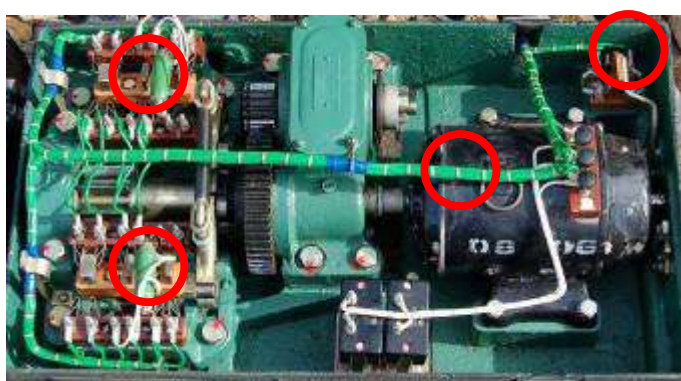

Рисунок 6
6.	Выполнить подмотку в местах касания жгута электропривода и жгутодержателя (рисунок 6).